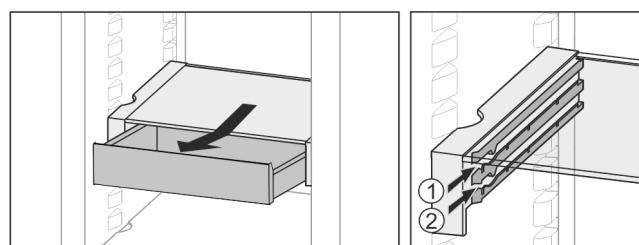

Fig. 25
► Zasuňte ju v ľubovoľnej výške Fig. 25 (1) alebo Fig. 25 (2).